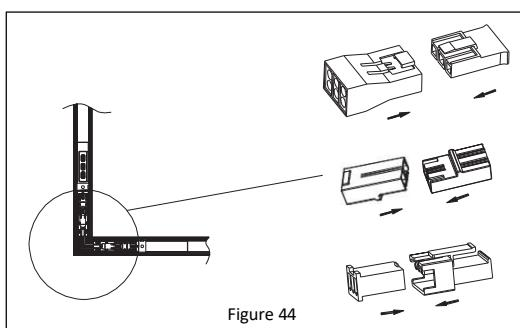

Figure 44
6. Effectuez la connexion électrique à l'aide de connecteurs mâle-femelle. **Reportez-vous à la Figure 44.**